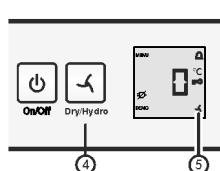

Fig. 3
Нажимать кнопку «**dry/hydro**» Fig. 3 (4), пока не появится символ . Отпустите кнопку.
► Загорится символ **dry/hydro** Fig. 3 (5).
Нажимать кнопку «**dry/hydro**» Fig. 3 (4), пока символ  не погаснет. Отпустите кнопку.